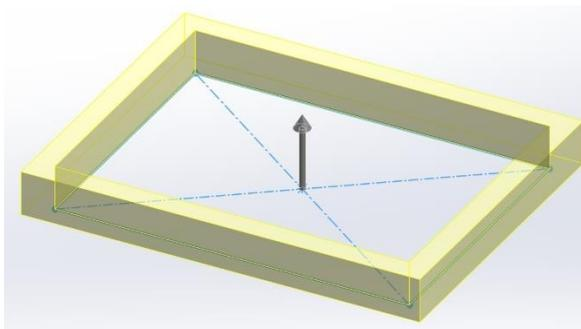

Рисунок 3.5 – Побудова тонкостінного елемента
**Тонкостінний елемент (Thin Feature).** Тонкостінні витягнуті елементи можна створювати на основі як замкнутих, так і незамкнутих ескізів. Ця операція вимагає вказівки напрямку зміщення ескізу (всередину або назовні (рис. 3.5)) для створення порожнини всередині елемента, а також величини зсуву в кожному напрямку. Метод визначення товщини задається в списку Тип: в одному напрямку (використовується для додавання товщини з одного боку ескізу); від середньої поверхні (рівна товщина в обох напрямках); в двох напрямках (різна товщина з двох боків від ескізу).